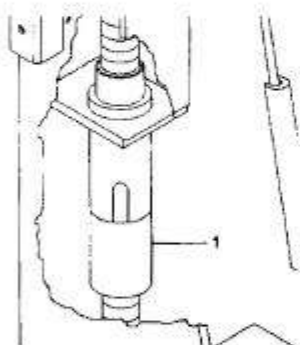

Fig.15
- * in the case of damage to the load-bearing nut, a safety nut (ref.1, fig.15) is automatically engaged.
- * Im Falle von kaputten Lagermutter übernimmt eine Sicherheitsmutter automatisch die Last (Ref. 1, Abb. 15).
- * En cas d'écrou porteurs défectueux, un écrou de sécurité reprend automatiquement la charge (référence 1, fig. 15)
- * En el caso que se rompan cables: un cable de seguridad retoma la carga automáticamente (referencia 1, fig. 15).
- * In geval van kapotte draagarmen zal een veiligheidsmoer automatisch de last overnemen (referentie 1, fig.15)
- * Para o caso de porcas de suporte avariadas: uma porca de segurança que receberá automaticamente a carga (referência 1, fig. 15)